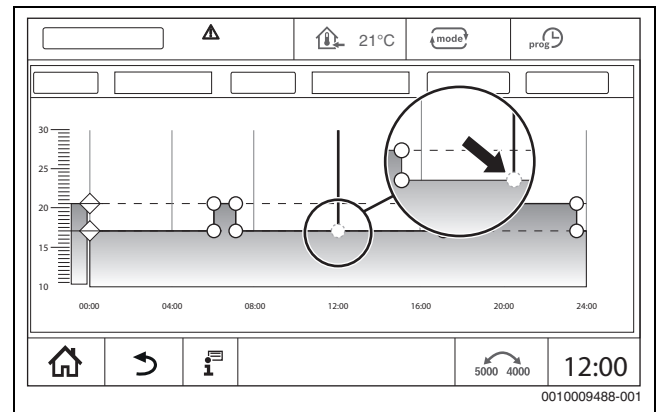

Bild 28 Schaltpunkt einfügen
- ▶ Schaltpunkt (→ Bild 28, Seite 25) antippen und auf die Temperaturlinie des Absenkbetriebs ziehen.